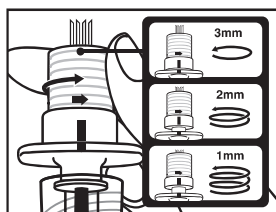

図1
3. 針基のフランジを持ち、回転方向(矢印方向)にアジャスタを回して針管を希望の露出長さに調整する(図1参照)。その時、調整マークを露出長さのガイドとして使用する。